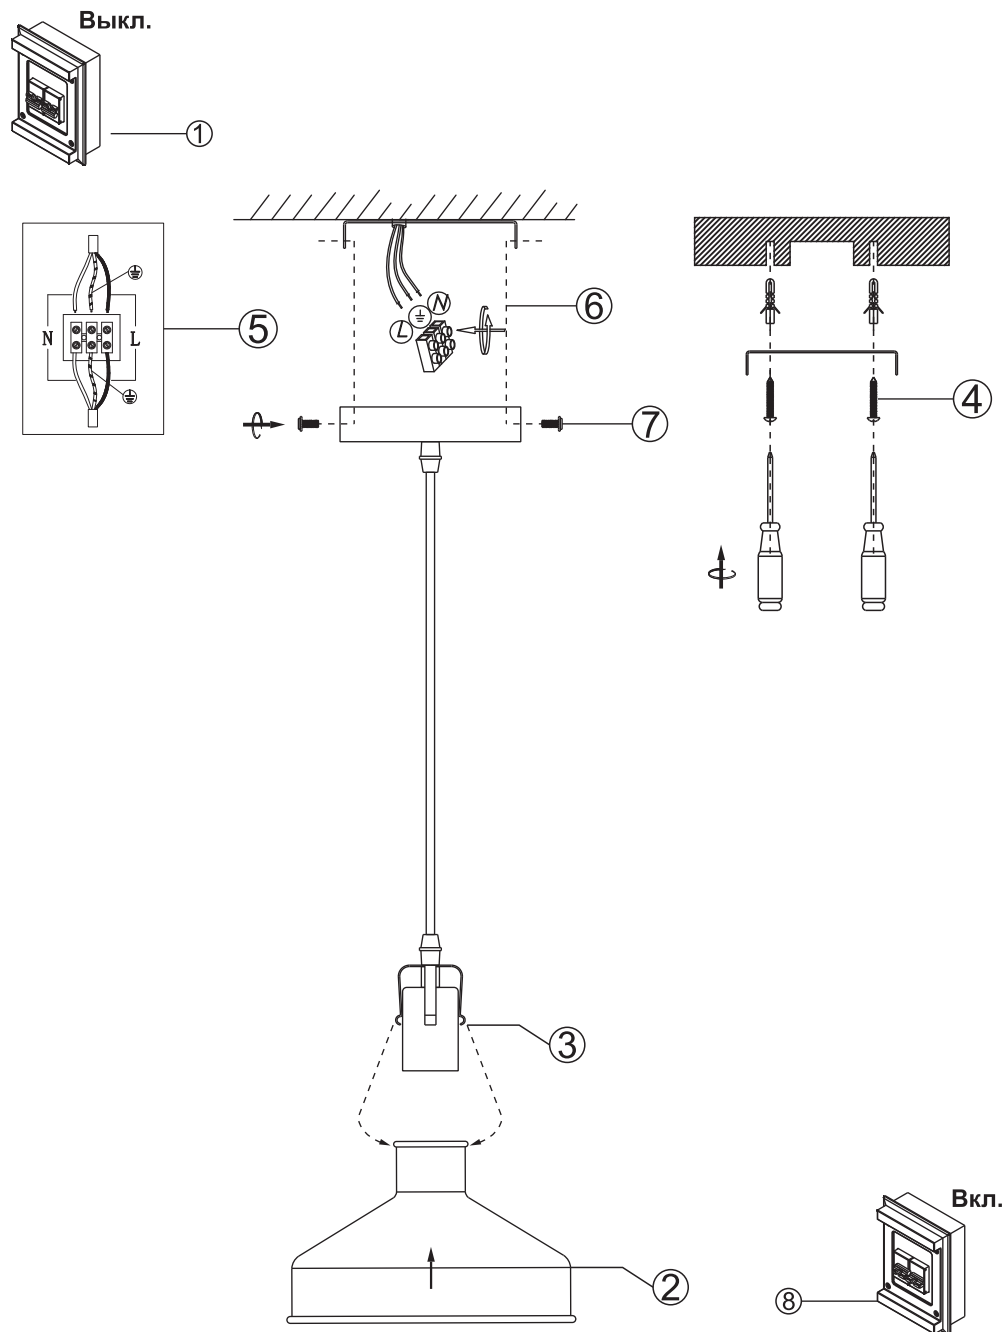

Рис.4 Сборка и установка светильника.
5. Правила и условия монтажа: Светильник монтируется на потолочные поверхности из бетона, кирпича, дерева (см. Рис.4):
- Отключите напряжение (1).
- Соберите светильник. Для этого присоедините плафон (2) к патрону светильника с помощью пружинных защелок (3).
- Отсоедините крепежную скобу (6) от основания, открутив винты (7).
- Просверлите в потолке размеченные отверстия и установите крепежную скобу (6) на поверхность при помощи монтажного комплекта (4).
- Присоедините входной провод в клеммной колодке светильника (5), соблюдая маркировку проводов.
- Присоедините основание светильника к крепежной скобе (6) и зафиксируйте его винтами (7).